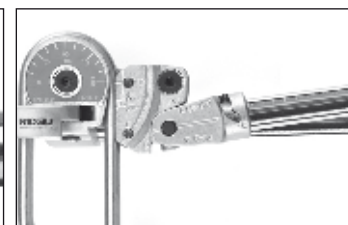

Abbildung 15
4. Drehen Sie den Biegegriff um das Segment, bis die "0" Linie auf dem Gleitstück dem gewünschten Biegewinkel entspricht (Abbildung 15). Die Griffe kreuzen einander nicht.